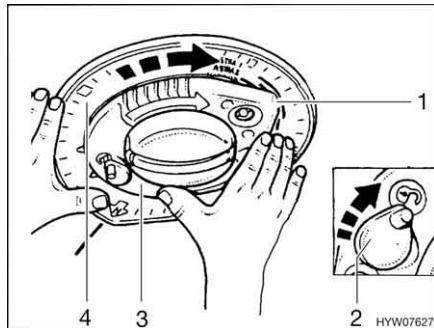

Fig. 17 Rotazione dell'antenna
- Ruotare il bloccaggio (Fig. 17,2) del dispositivo di rilevamento in posizione "".
- Mantenere l'anello di fissaggio per la posizione (Fig. 17,4) nella sua posizione e ruotare il dispositivo di rilevamento (Fig. 17,3) finché la punta del dispositivo di rilevamento (Fig. 17,1) non indica il centro del segmento colorato del satellite desiderato. (Fig. 17).
- Ruotare il bloccaggio (Fig. 17,2) del dispositivo di rilevamento in posizione ".